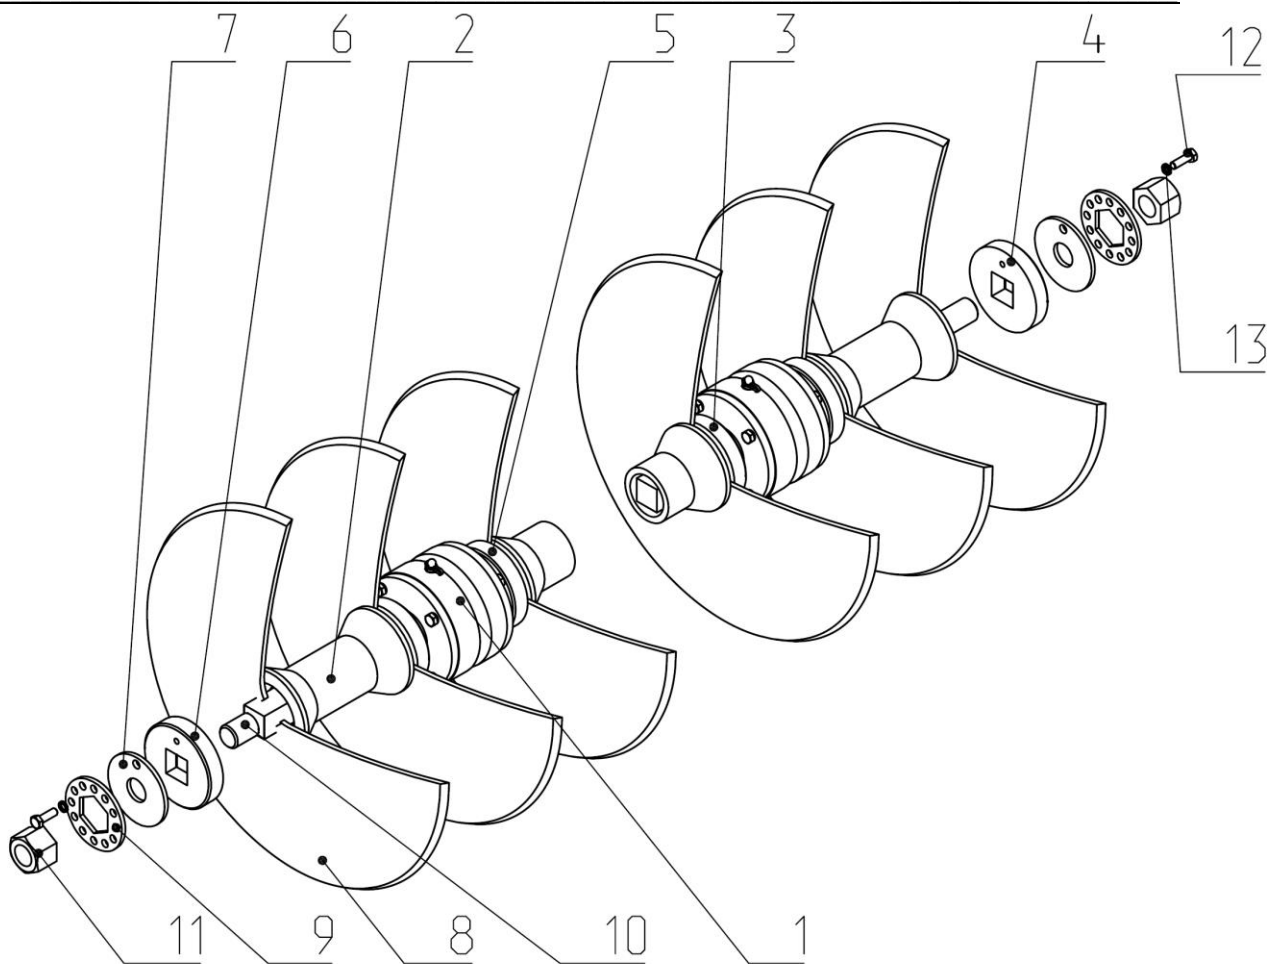

Рис.10. ЛДГ 02.020 Батарея в сборе правая.
2.24.Батарея в сборе (Рис. 10) состоит из набора дисков 8 в количестве 9 шт. Диски набраны на оси 10. Между ними расположены шпульки 2 и упоры 3,4,5 и 6. Стягиваются диски гайками 11. От самопроизвольного откручивания гаек, применяются шайбы 9.